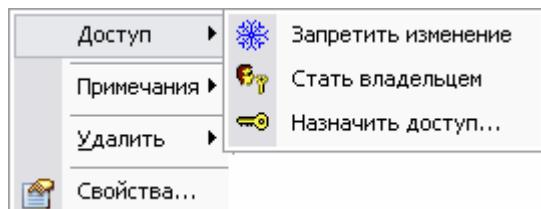

Рис. 201
- В появившемся контекстном меню выберите пункт **Доступ → Запретить изменение** (Рис. 201).